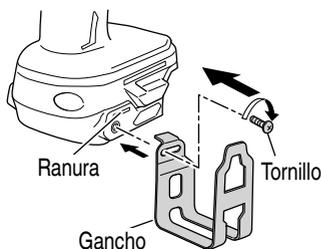

Fig. 17
- (2) Colocación del gancho y ajuste de los tornillos. Instale el gancho en la ranura de la herramienta de alimentación eléctrica de forma segura y apriete los tornillos de manera que el gancho quede firmemente sujeto. (Fig. 17)